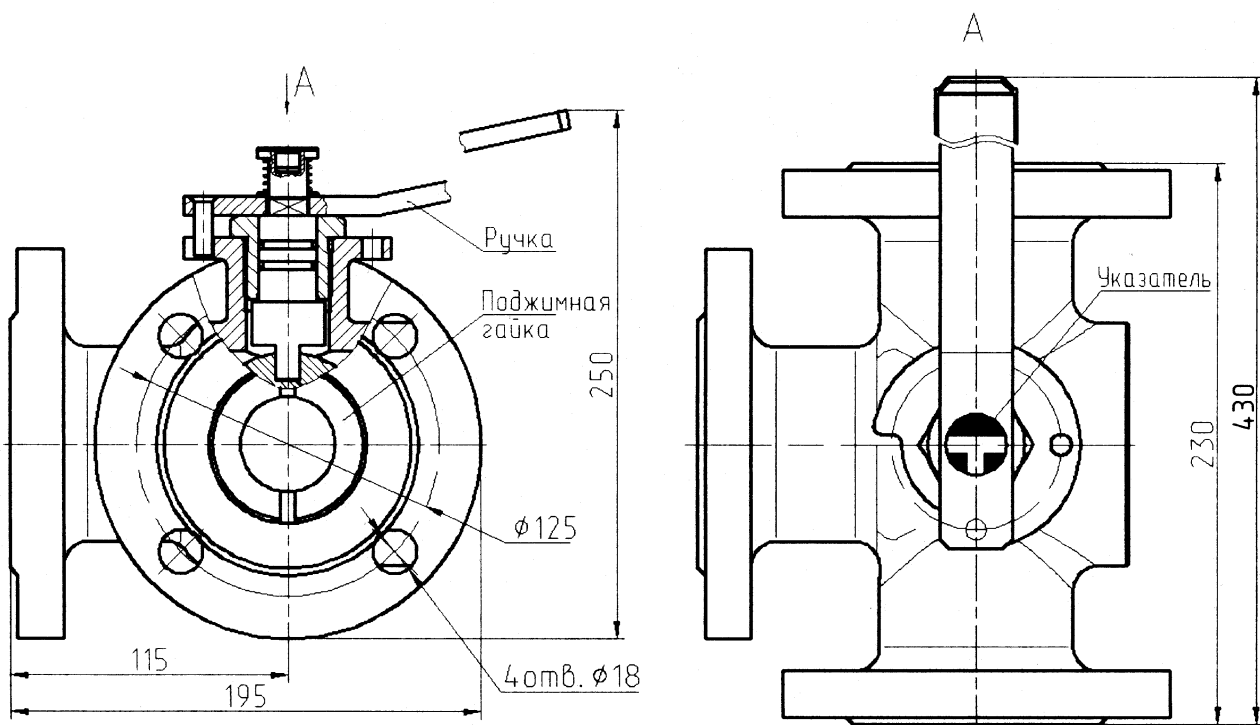

Рисунок 1
5.4 Кран имеет четыре рабочих положения согласно схеме 1 изображенной ниже. Положение проходных отверстий шара в кране соответствует указателю на ручке (рисунок 1).
5.5 Вращение шара в последующее рабочее положение производится ручкой (рисунок 1). Ручка поворачивается на 90° из одного рабочего положения в следующее. Для последующего поворота необходимо приподнять ручку сняв ее с квадрата штока и повернуть обратно на 90° в начальное положение, посадить на